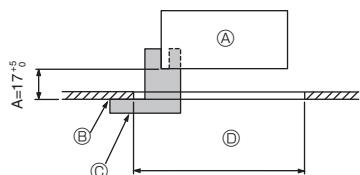

Fig. 9-2
① Grille	1	950 x 950 (mm)
② Modello per l'installazione	1	(Diviso in 4 parti)
③ Vite (4 x 16)	1	per PLP-6EAE, PLP-6EALE, PLP-6EALME
④ Pannello angolare i-see sensor	1	per PLP-6EAE, PLP-6EALE, PLP-6EALME
⑤ Telecomando senza fili	1	per PLP-6EALM, PLP-6EALME
⑥ Supporto del telecomando	1	Incluso se è in dotazione il telecomando wireless.
⑦ Batterie AA LR6	2	Incluso se è in dotazione il telecomando wireless.
⑧ Viti autofilettanti da 3,5 x 16	2	Incluso se è in dotazione il telecomando wireless.
9.2. Preparazione dell'attacco della griglia (Fig. 9-2)
- Utilizzando il modello ② fornito con questo kit, regolare e controllare la posizione dell'unità principale rispetto alla superficie del soffitto. Se l'unità principale non è posizionata correttamente rispetto alla superficie del soffitto, potrebbero derivarne perdite d'aria o la formazione di condensa.